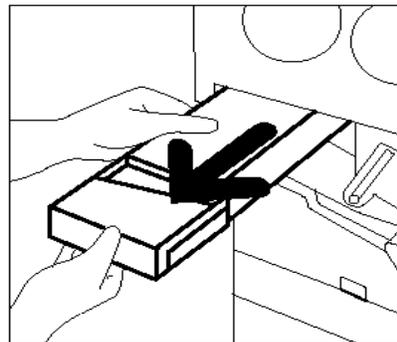

Figura 16: Retirar o Recipiente de despejo de tinta seca usado
- 4** Segure o Recipiente de despejo de tinta seca com a mão direita, conforme ilustrado na Figura 16, e retire-o por completo da copiadora/impressora.